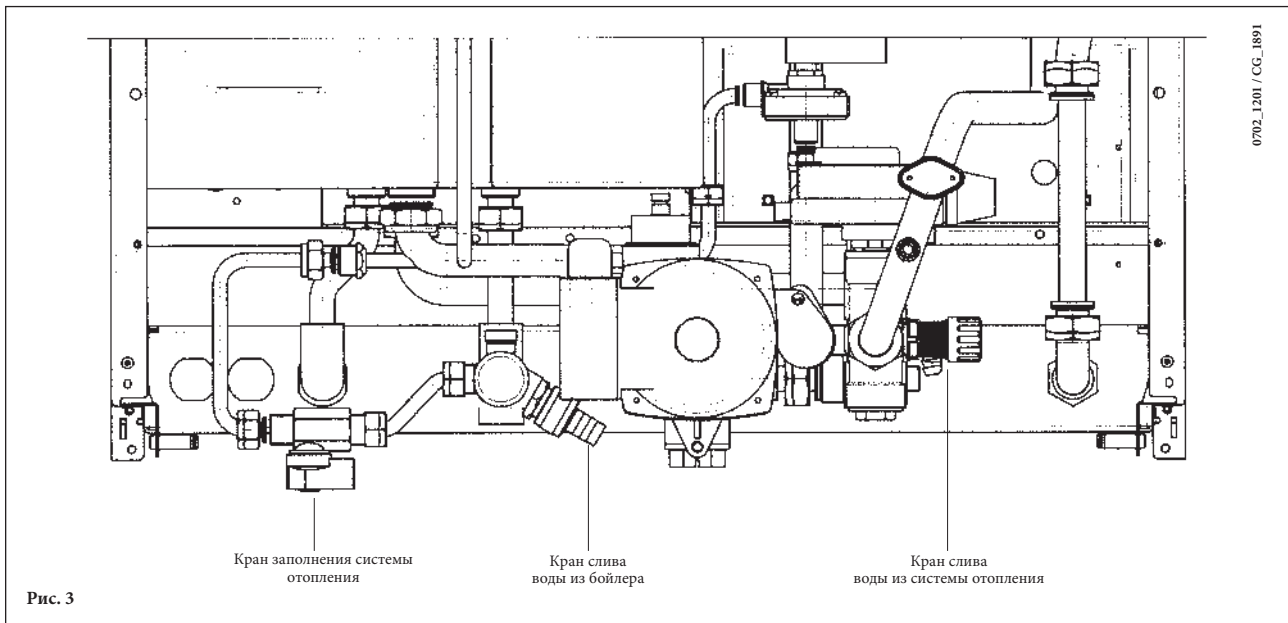

Рис. 3
**ВАЖНО!** Регулярно проверяйте по манометру (рис.3), чтобы давление находилось в пределах от 0,7 до 1,5 бар при холодной системе отопления. При превышении давления откройте сливной клапан. Если давление ниже нормы откройте кран заполнения (рис.3).